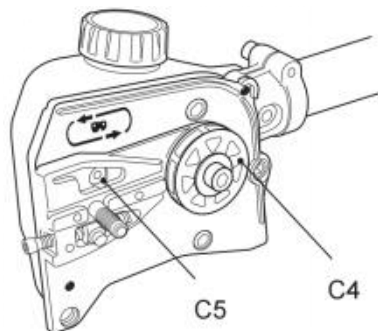

Fig. 70
2. Überprüfen Sie den Ölanschluss (C5) auf Verstopfung und reinigen Sie ihn gegebenenfalls, um eine ordnungsgemäße Schmierung der Führungsschiene und der Sägekette während des Betriebs sicherzustellen. Verwenden Sie einen weichen Draht, der klein genug ist, um ihn in die Ölauslassöffnung einzuführen (Abb. 70).